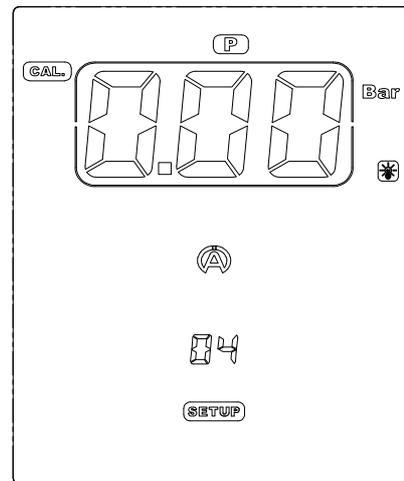

Figura 18
- 2) Premere il tasto centrale **Ok** per calibrare il sensore di pressione ed uscire del menù (figura 18).